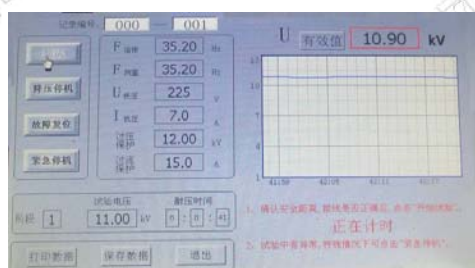

图 9
(16) 当 $U_{\text{谐振}}$ 电压升到试验的耐压值时, 系统自动耐压计时, 右下角提示“正在计时, 如有异常情况, 请点击“降压停机””; 显示界面如图9所示。